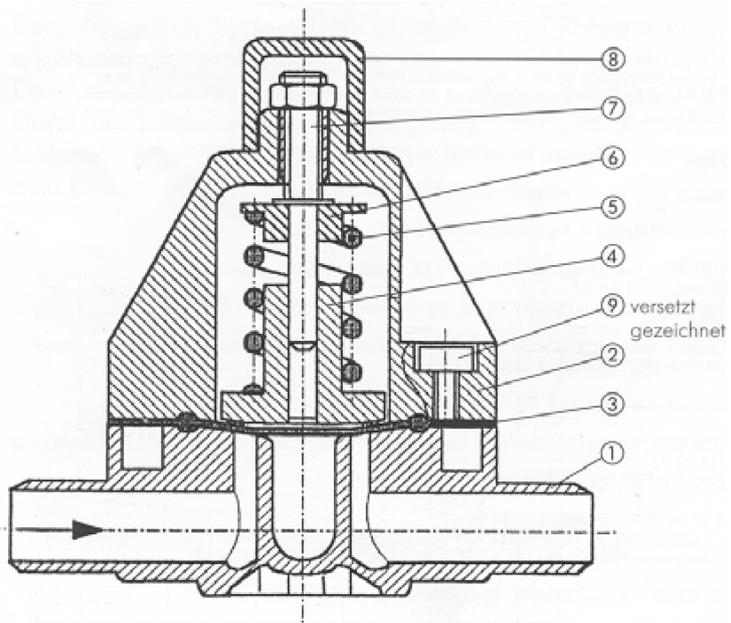

Abb. 1: Schnitt-/Positionszeichnung Überströmventil
Entsprechend der Übersichtsdarstellung in der Technischen Information: Zubehör zu GENODOS®-Pumpen (Bestell-Nr. 118 950 Abb. 1: Übersicht Zubehörteile) ist das vorgesehene Zubehör in der schematisch aufgezeigten Reihenfolge einzubauen (siehe auch Betriebsanleitung GENODOS®-Pumpe Bestell-Nr. 115 940).
- Kappe (siehe Abb. 1, Pos. 8) abdrehen, Kontermutter lösen.
- Arbeitsdruck erhöhen: Stellschraube (siehe Abb. 1, Pos. 7) im Uhrzeigersinn drehen.
- Arbeitsdruck verringern: Stellschraube (siehe Abb. 1, Pos. 7) gegen Uhrzeigersinn drehen.
- ① Unterteil
- ② Oberteil
- ③ Membrane
- ④ Druckstück
- ⑤ Druckfeder
- ⑥ Federteller
- ⑦ Stellschraube
- ⑧ Kappe